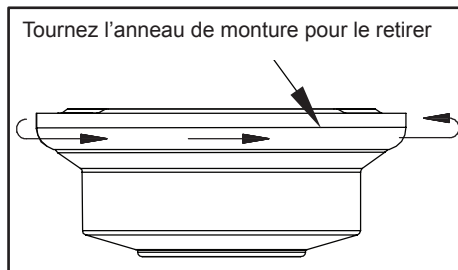

Figure 5
1. Retirez l'anneau de montage de la monture en le tournant vers la droite jusqu'à ce qu'il soit déverrouillé. (Figure 5)